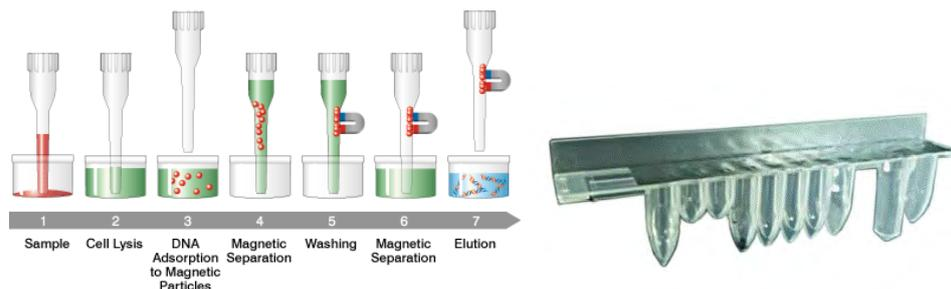

Abb. 1-5: Prinzip der Nukleinsäureextraktion und ELITE InGenius SP 200 Extraktionskassette
- Der Reagenziensatz wurde für die Isolierung von Nukleinsäuren aus 200- μ l-Proben optimiert (Abbildung 1-5: ELITE BeGenius SP200 – Extraktionskassette und Extraktionsprinzip)